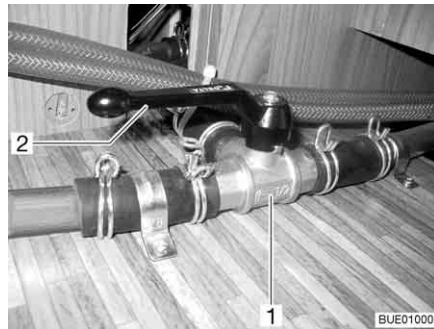

Bild 187 3-Wege-Ventil
- Den Hebel (Bild 187,2) des 3-Wege-Ventils (Bild 187,1) parallel zur geraden Durchflussrichtung (Bild 187) stellen.
- Den Hebel (Bild 187,2) des 3-Wege-Ventils (Bild 187,1) quer zur geraden Durchflussrichtung stellen.